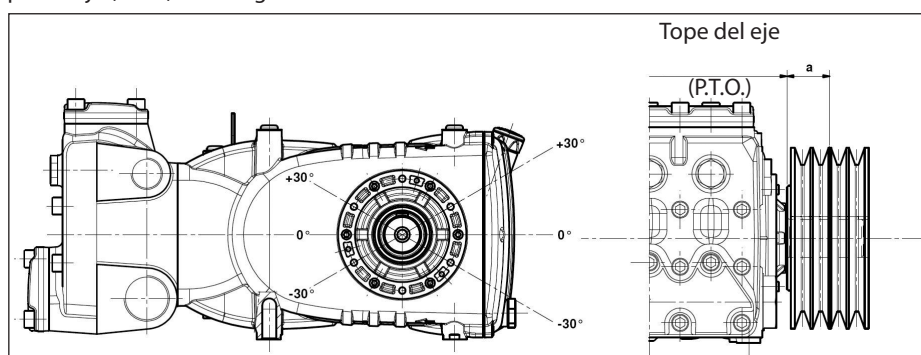

Fig. 10
La carga radial sobre el eje no debe ser superior a 7500 N (valor necesario para definir el Layout). La transmisión es considerada adecuada si tal carga es aplicada a una distancia máxima $a = 40$ mm del tope del eje (P.T.O) como se indica en la Fig. 10.
- b) Utilizar correas de alto rendimiento – por ejemplo **XPB** en lugar de **SPB** – ya que resultará necesario una cantidad inferior de correas en paridad de potencia transmitida y una consecuente distancia inferior de la resultante con respecto al tope del eje (P.T.O.) “a” de Fig. 10.